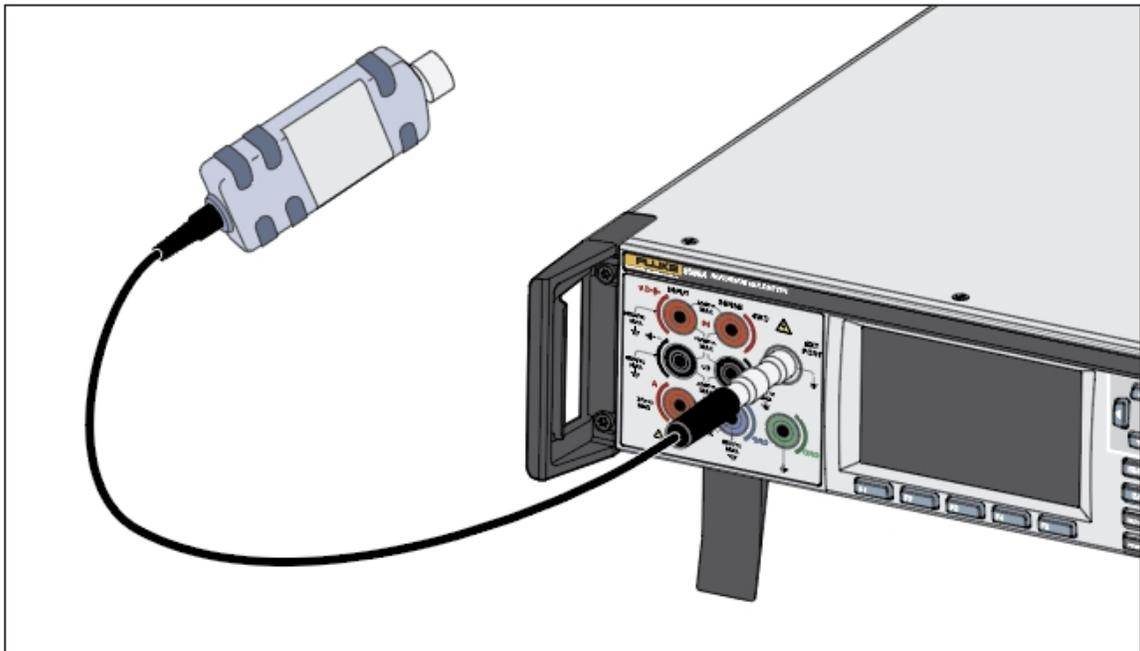

Abbildung 15. Anschluss eines Leistungssensors an das Produkt
2. Schließen Sie den Mehrfachstecker an den EXT PORT des Produkts an. Drücken Sie fest auf den Mehrfachstecker, bis er einrastet. Siehe Abbildung 15.